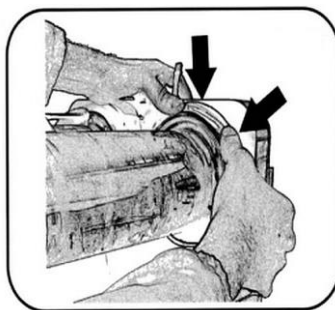

Fig.33
4. Når beholdertætningen er på plads, skal du bruge tommelfingrene til at trykke ned på bunden og derefter gradvist nedad toppen (lav en cirkel med fingrene), indtil den sidder rigtigt. (Fig. 33, 34)